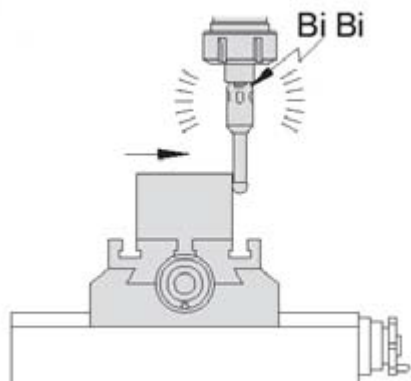

Рис.6.
- переместите кромкоискатель таким образом, чтобы он коснулся заготовки, и сработала световая и звуковая сигнализация (Рис.6);